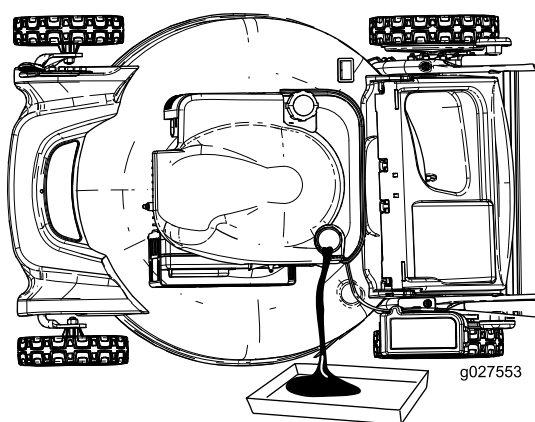

Figura 24
7. Inclinate la macchina sul fianco, con il tubo di riempimento dell'olio in basso, per vuotare l'olio usato attraverso il tubo di riempimento in una bacinella di spurgo (Figura 24).